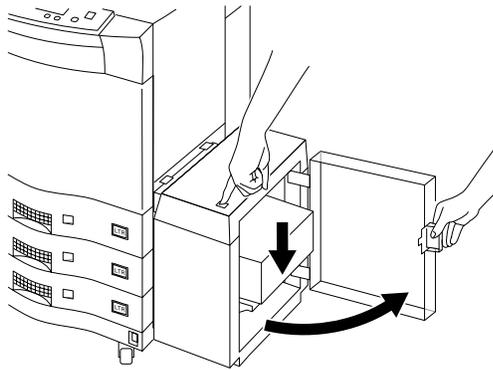

Abbildung 4-11 HLZ-Papierfach
2. Drücken Sie die Taste an der Oberseite der HLZ-Einheit, um das Papierfach abzusenken (siehe Abbildung 4-11).